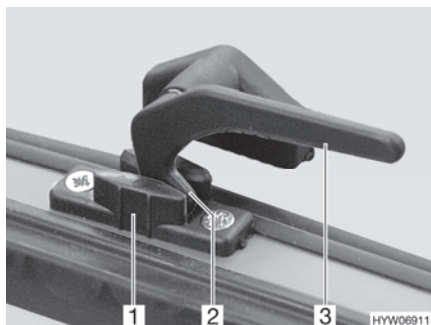

Fig. 38 Levier de verrouillage en position "Aération permanente"
- En position "Aération permanente" (Fig. 38)
- Tourner tous les leviers de verrouillage (Fig. 38,3) d'un quart de tour vers le centre de la fenêtre.
- Remettre tous les leviers de verrouillage en position initiale. Le tenon de verrouillage (Fig. 38,2) doit pénétrer alors dans le logement prévu à cet effet dans le verrouillage de fenêtre (Fig. 38,1).